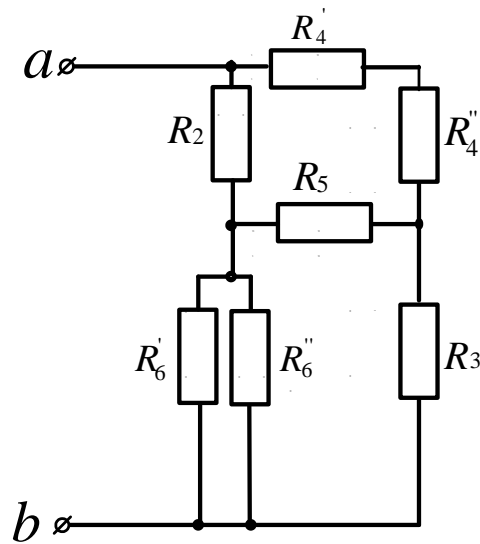

Рисунок 11
**Задача 6.** Определить эквивалентное сопротивление схемы (рис.11), если  $R_2=18\text{Ом}$ ;  $R_3=6\text{Ом}$ ;  $R_4' = 10\text{Ом}$ ;  $R_4''=3,5\text{Ом}$ ;  $R_5=22,5\text{Ом}$ ;  $R_6' = 15\text{Ом}$ ;  $R_6''=60\text{Ом}$